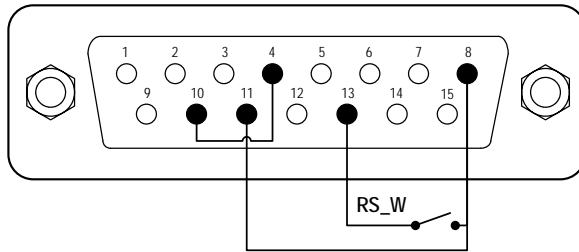
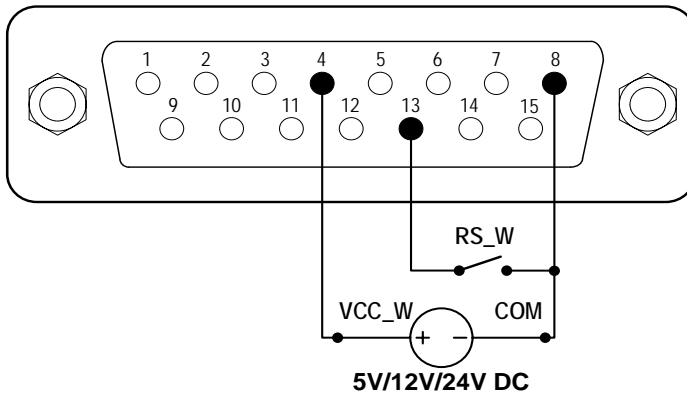

Abbildung 19. Logikpegel 1 Steuerung mit interner 12V-Stromquelle
Abbildung 20. Steuerung des Logikpegels 1 mit einer externen Stromquelle
- 1) Schalten Sie das Gerät aus. Verdrahten Sie den DB15-Stecker wie in Abbildung 19 oder Abbildung 20 und schließen Sie es an den DB15-Anschluss auf der Rückseite der Pumpe an.